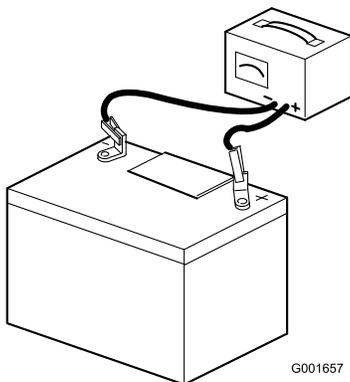

Bild 6
7. Schließen Sie ein 3- bis 4-A-Ladegerät an die Batteriepole an (Bild 6). Laden Sie die Batterie bei einer Rate von 3 bis 4 Ampere vier bis acht Stunden lang auf.